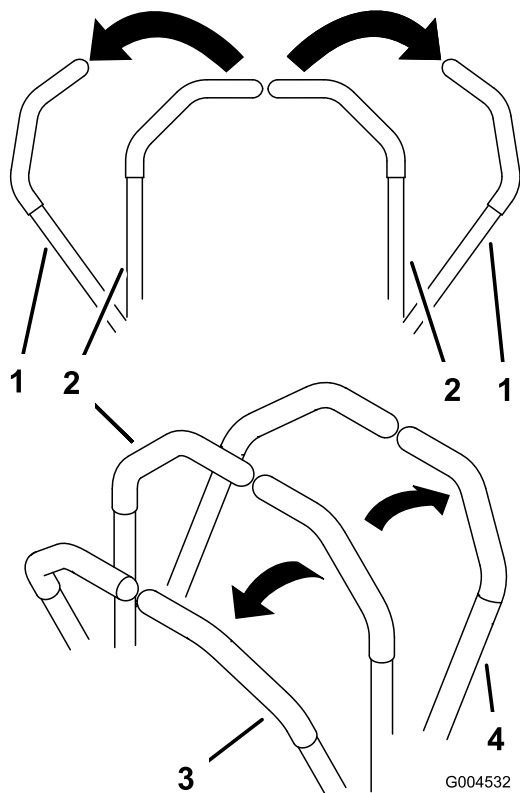

Bild 15
2. Schieben Sie für das Vorwärtsfahren die Fahrtriebshebel langsam vorwärts (Bild 15).
Wenden Sie zum Geradeausfahren auf beide Fahrtriabshebel denselben Druck an (Bild 15).
Verringern Sie zum Wenden den Druck auf den Fahrtriabshebel an der Seite, in deren Richtung Sie wenden möchten (Bild 15).
2. Ziehen Sie zum Rückwärtsfahren die Fahrtriabshebel langsam nach hinten (Bild 15).